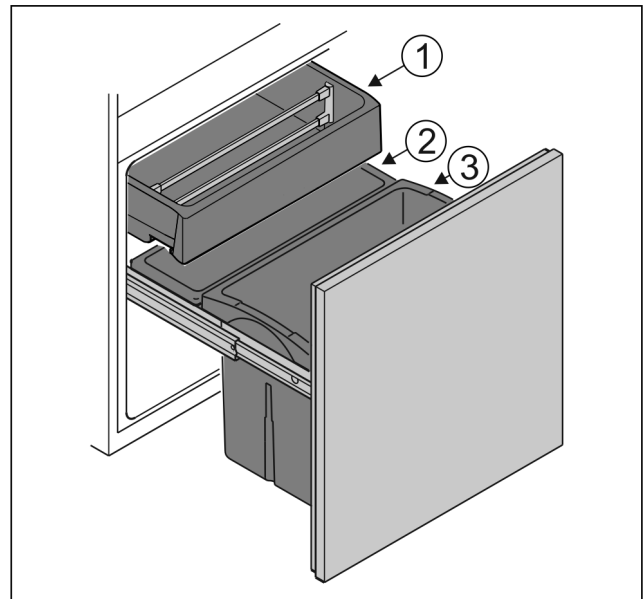

Fig. 4
- ▶ Резервуар Fig. 4 (1): Хранить не упакованные южные фрукты и овощи.
- ▶ Резервуар Fig. 4 (2): Хранить не упакованные мелкие фрукты и овощи.
- ▶ Резервуар Fig. 4 (3): Хранить отдельные бутылки.